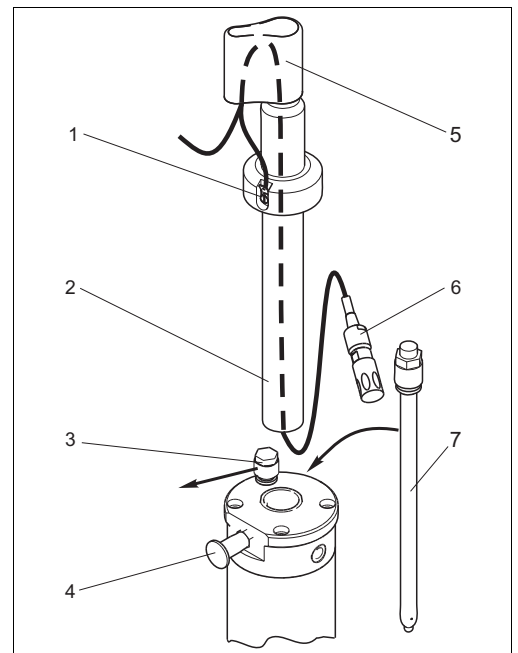

Abb. 14: Sensoreinbau
1. Ziehen Sie die Spritzschutzkappe (Abb. 14, Pos. 5) von der Armatur ab.